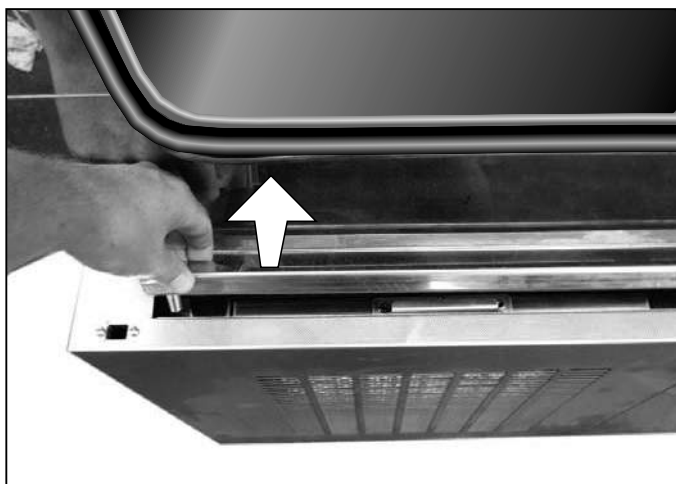

Fig. 40 Retirar el recogegotas
2. Extraer el recogegotas y vaciarlo (Fig. 40).